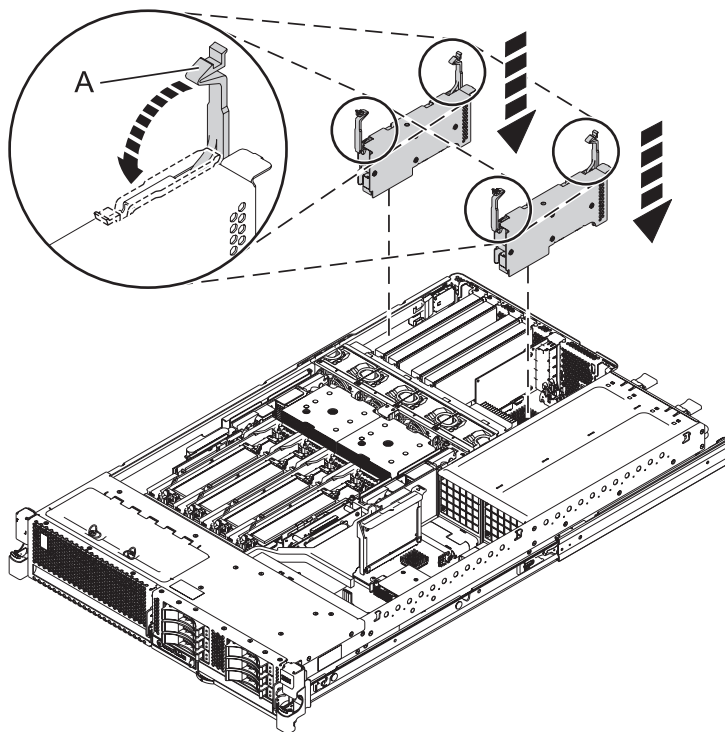

Figura 7. Instal·lació d'un adaptador en un sistema muntat en bastidor
4. Gireu suaument els pestells fins que quedin en posició de bloqueig, tal com es mostra a Figura 7.